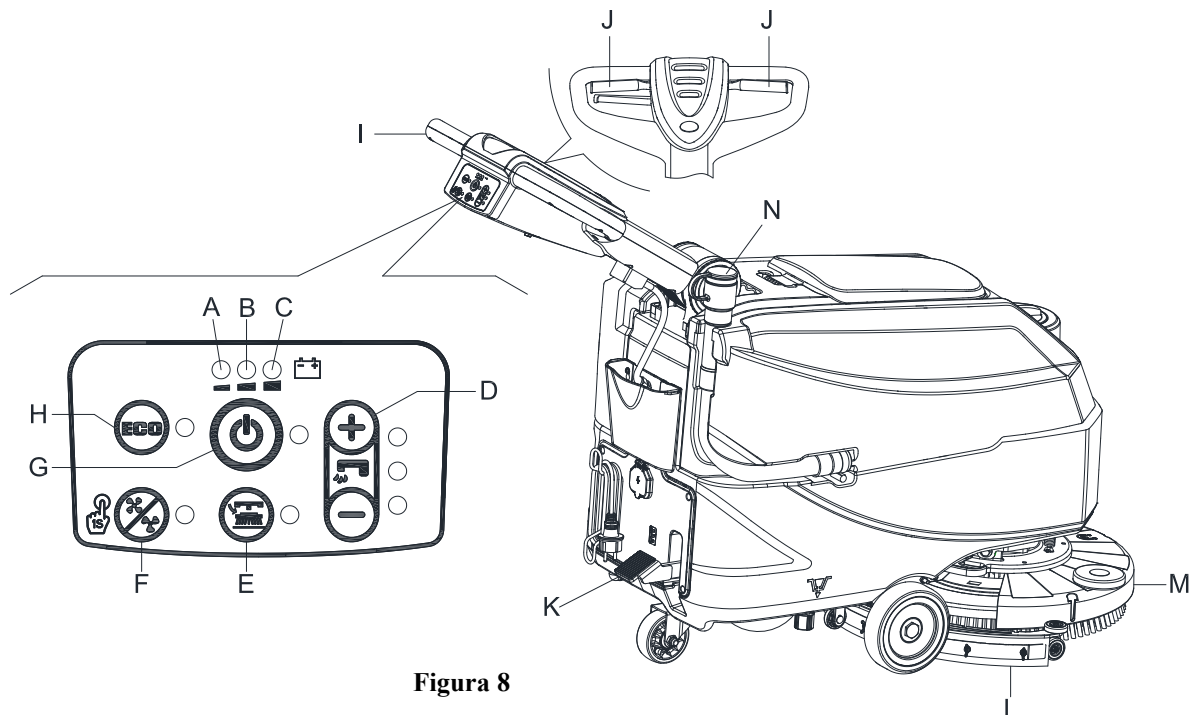
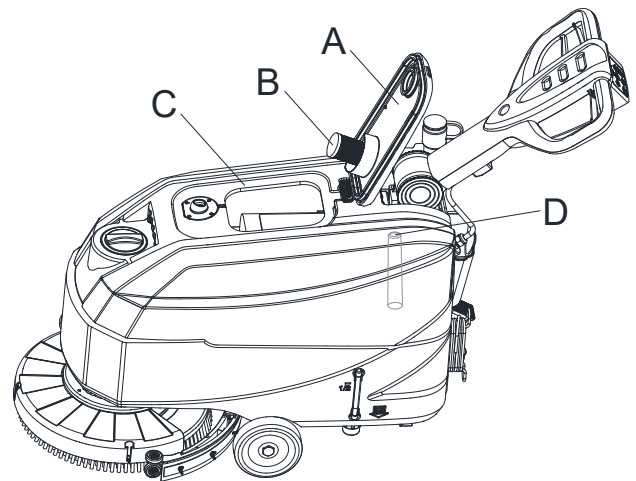

Figura 8
Figura 10
2. Empuje la máquina hacia la zona que se quiere limpiar, empujándolo con las manos el manillar (I, Figura 8).
3. Baje el cabezal del cepillo/porta-pad (M, Figura 8) y la boquilla (L) levantando el pedal (K).
4. Pulse el interruptor de arranque (G, Figura 8). Compruebe si la luz de advertencia verde (C) se ilumina (batería cargada). Si se ilumina la luz de advertencia amarilla (B) o roja (A), cierre el interruptor de encendido (G, Figura 8) y cargue las baterías (consulte el procedimiento en el capítulo Mantenimiento).
5. Pulse los interruptores de control del flujo de agua de lavado (D, Figura 8), según sea necesario, dependiendo del tipo de limpieza a realizar.
6. Empiece a limpiar empujando la máquina con las manos usando el manillar (I) y presionando la palanca del interruptor de seguridad.
Para la marcha adelante, pulse la palanca del interruptor de seguridad (J, Figura 8) derecha o izquierda, o ambas.
- Mientras mantiene ambas manos en el manillar, presione la palanca del interruptor de seguridad (J, Figura 8), después maniobre la máquina e inicie el fregado/secado del suelo.
Cuando la luz de advertencia verde (C, Figura 8) permanece encendida, las baterías permiten el funcionamiento normal de la máquina. Cuando se apaga la luz de advertencia verde (C) y se enciende la luz de advertencia amarilla (B), es aconsejable cargar las baterías porque la carga remanente durará solo unos pocos minutos (según las características de la batería y la tarea a realizar). Si la luz roja de advertencia (A) está encendida, las baterías están completamente descargadas. Después de unos segundos, el cepillo/porta-pad se apaga automáticamente.
Un sistema de cierre del flotador automático (B, Figura 10) bloquea el sistema de aspiración cuando el depósito de agua sucia (C) está lleno. La desactivación del sistema de aspiración se indica mediante un aumento repentino en la frecuencia de ruido del motor del sistema de aspiración, y también el suelo no se seca.
Si el sistema de aspiración se apaga accidentalmente (por ejemplo, cuando el flotador se activa debido a un movimiento brusco de la máquina), para reanudar la operación: apague el sistema de aspiración pulsando el interruptor (G, Figura 8), a continuación, abra la tapa (A, Figura 10) y compruebe que el flotador dentro de la rejilla (B) ha bajado al nivel del agua. Luego cierre la tapa (A) y ponga en marcha el sistema de aspiración pulsando el interruptor (G, Figura 8).
Cuando el depósito de agua sucia (C, Figura 10) está lleno, vacíelo de acuerdo con el siguiente procedimiento.
2. Levante el cabezal del cepillo/porta-pad (M, Figura 8) y la boquilla (L) pisando el pedal (K).
4. Vacíe el depósito de recuperación con el tubo (N, Figura 8). Luego, enjuague el depósito de recogida (C, Figura 10) con agua limpia.
5. Quite la tapa del depósito de recogida (A, Figura 10) y limpie el interior de la tapa y la rejilla del flotador del filtro (B) con agua limpia.
6. Controle el depósito de recogida (D, Figura 10) para ver si hay cuerpos extraños y después límpielo.